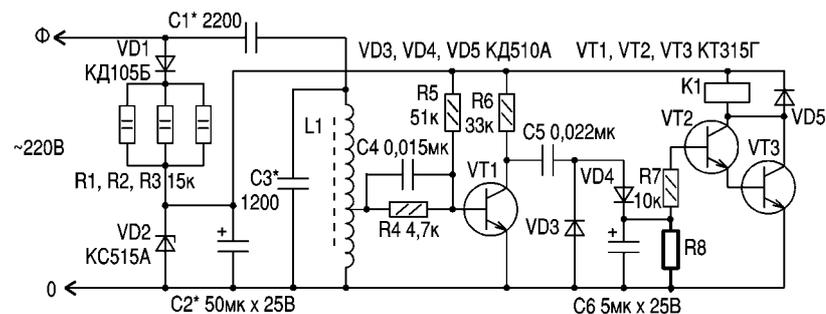

рис. 2
**Рекомендуем в схему приемника (рис.2) включить резистор R8 сопротивлением 10-12 кОм (на схеме выделен жирными линиями).**